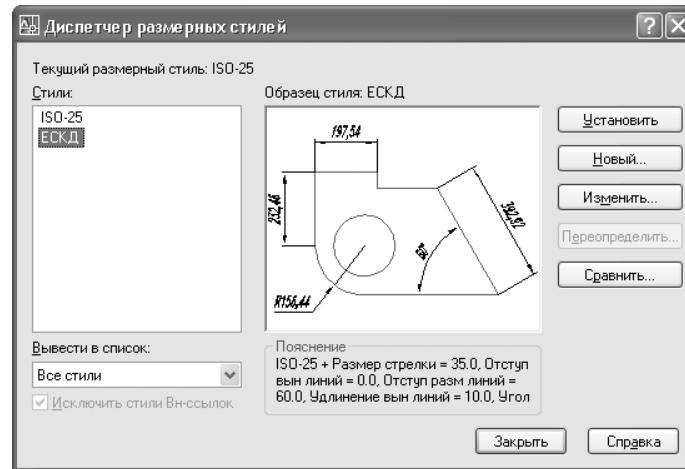

Рис. 11.8 ▼ Окно Диспетчер размерных линий (Dimension Style Manager) с новым стилем ЕСКД
15. Вы снова вернетесь к окну **Диспетчер размерных линий** (Dimension Style Manager), в котором теперь появится новый стиль **ЕСКД** (рис. 11.8). По-